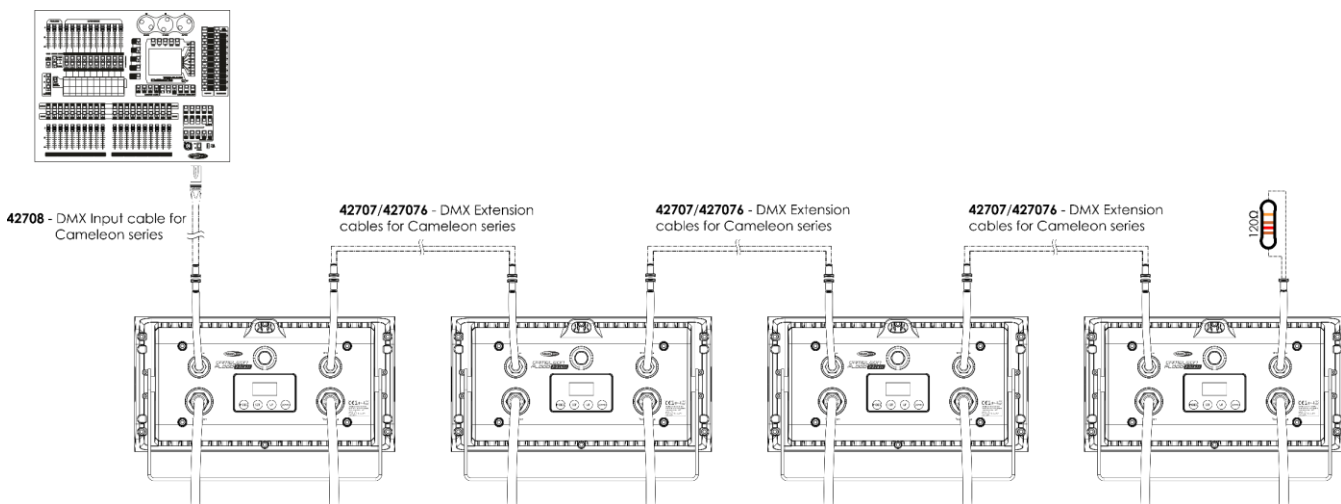

Fig. 04
- 04) Collegare le unità come indicato nella Fig. 04. Collegare un controller luci alla presa DMX "in" della prima unità, usando il cavo di ingresso DMX 42708. Collegare la presa "out" della prima unità alla presa "in" della seconda unità usando il cavo di prolunga DMX 42707/427076, collegare la seconda e la terza unità servendosi del cavo di prolunga DMX 42707/427076.